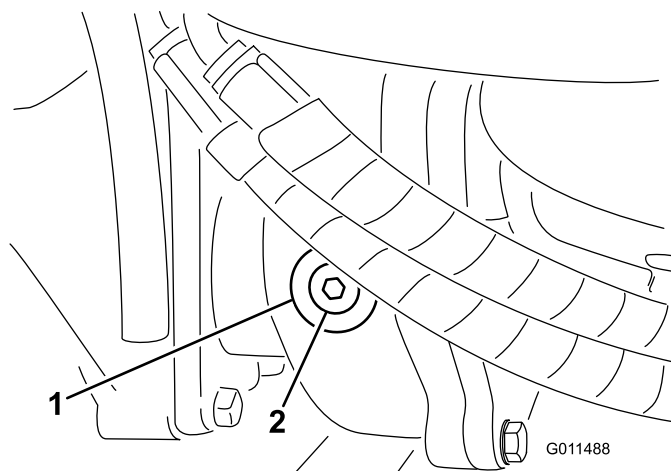

Рисунок 65
2. Снимите пробку контрольного/заливного отверстия с левой стороны редуктора и убедитесь, что масло доходит до нижней кромки отверстия (Рисунок 65).